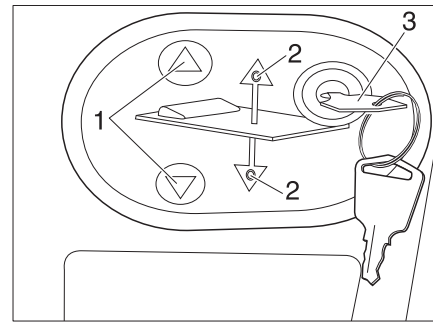

Bild 129 Bedienpanel für elektrisches Hubbett
- Schlüssel (Bild 129,3) in das Bedienpanel stecken.
- Auf Taste  oder  (Bild 129,1) drücken und gedrückt halten. Die jeweilige LED (Bild 129,2) leuchtet und das Hubbett senkt oder hebt sich.
- Wenn die gewünschte Position erreicht ist, Taste  oder  (Bild 129,1) wieder loslassen. Die jeweilige LED (Bild 129,2) erlischt.
- Schlüssel (Bild 129,3) abziehen.